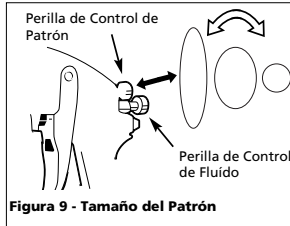

Figura 9 - Tamaño del Patrón
2. Seleccione la forma del patrón. Si desea cubrir una superficie amplia, gire la perilla de control en sentido contrario a las agujas del reloj. Si desea un patrón circular, gírela en el mismo sentido de las agujas del reloj (Vea la Figura 9).
3. Gire la perilla de control totalmente en el mismo sentido de las agujas del reloj, para cerrarlo (Vea la Figura 9).